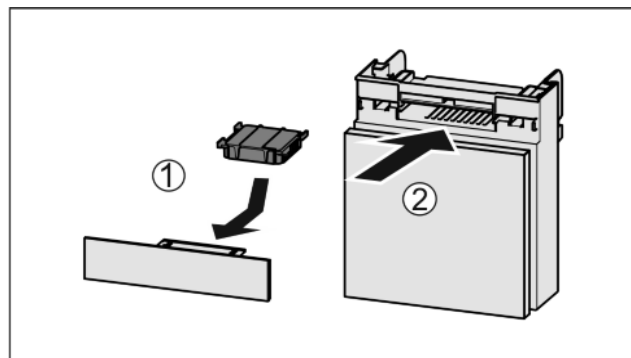

Fig. 42
- ▶ Inserte Fig. 42 (1) el filtro de carbón activado según se indica en la ilustración.
- ▶ Inserte Fig. 42 (2) el compartimiento.